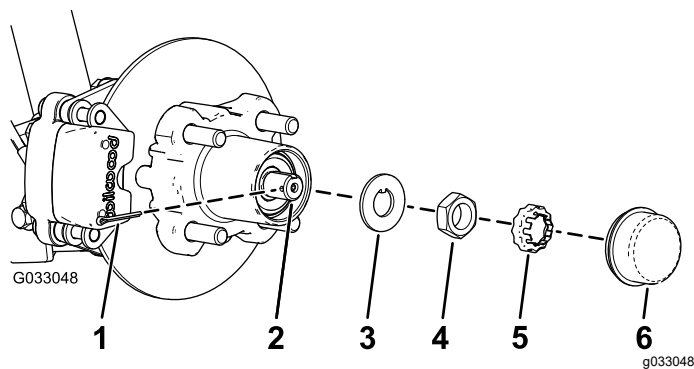
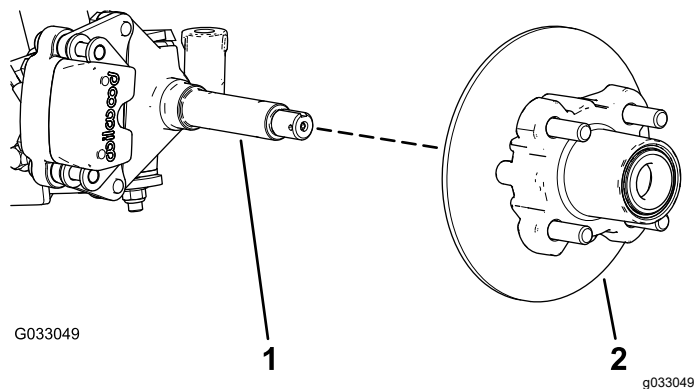

图 24
图 25
4. 从轮毂上卸下防尘盖图24。
5. 从主轴和主轴螺母上卸下开口销和螺母卡环图24。
6. 从主轴上卸下主轴螺母将轮毂和转子总成从主轴上分开图24和图25。